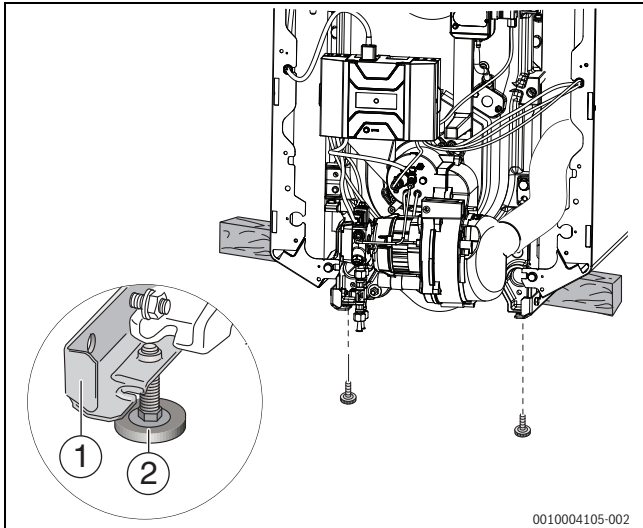

Рис. 16 Монтаж регулируемых ножек
- ▶ Опрокиньте котел с помощью транспортного приспособления (→ рис. 16, страница 16).